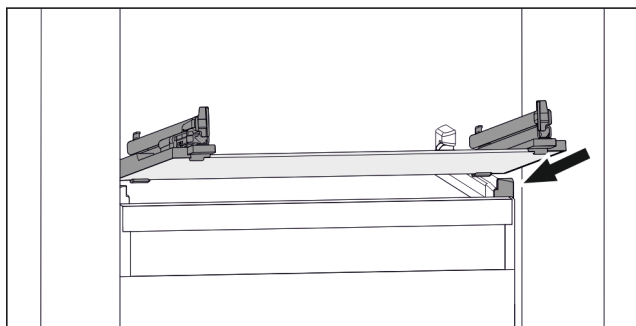

Fig. 85 Príklad zobrazenia sklenenej dosky
- ▶ Nasadte sklenenú dosku šikmo za záračkami. (pozri Fig. 85)